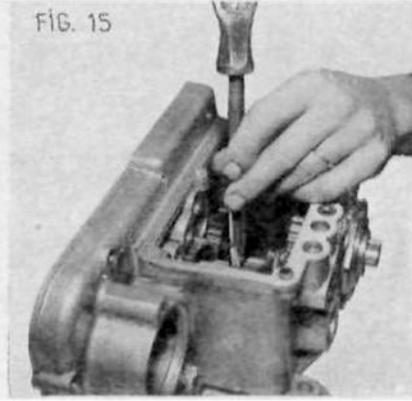

FIG. 15
- Opérer ensuite comme pour l'arbre primaire, couper au burin et au marteau le jonc 49 engagé dans la gorge de l'arbre secondaire 48 (fig. 15).